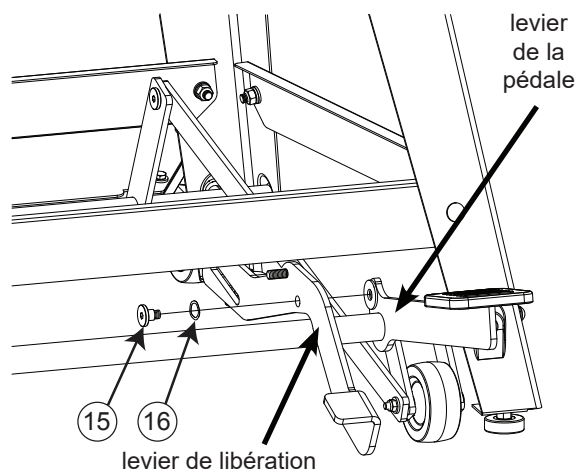

Fig. 12
12. Le levier de libération se fixe au levier de la pédale du support de roue. Le levier de libération comprend un trou non fileté, situé approximativement au milieu du levier, qui s'aligne sur un trou fileté du levier de la pédale, comme indiqué sur la fig. 12. Placez la rondelle ondulée M10.5 x 14.5 sur l'épaulement de la vis à tête creuse à épaulement M8 x 17.7. Insérez ensuite la vis à tête creuse à épaulement dans le trou non fileté du levier de libération de manière à ce que celui-ci se place sur l'épaulement de la vis, puis vissez la vis dans le trou situé sur le levier de la pédale. Serrez à fond la vis avec une clé hexagonale de 5 mm.